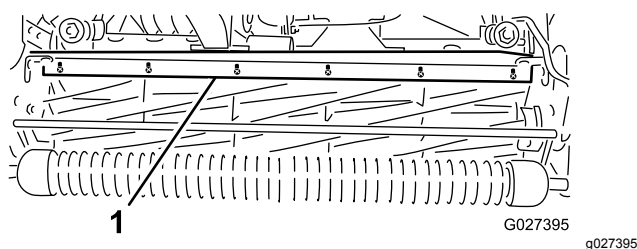

図 54
1. バー 図 54 をカッティングユニットに固定しているねじをゆるめる。